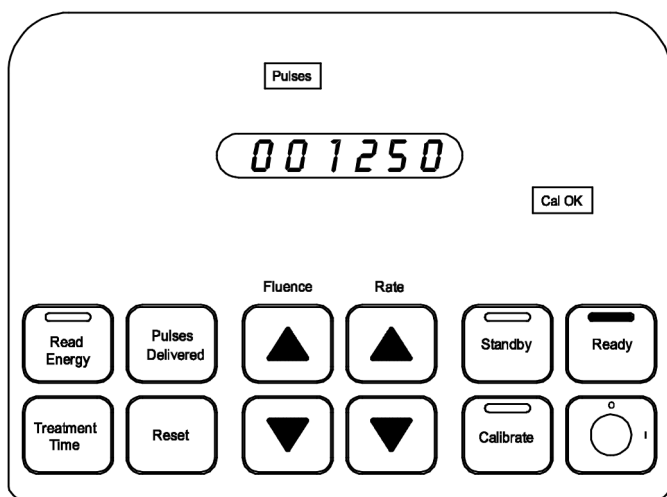

**Рисунок 10**
5. При нажатии на ножной выключатель загорится красный индикатор **Lasing** и красный индикатор состояния в верхней части панели управления. (Рисунок 10)